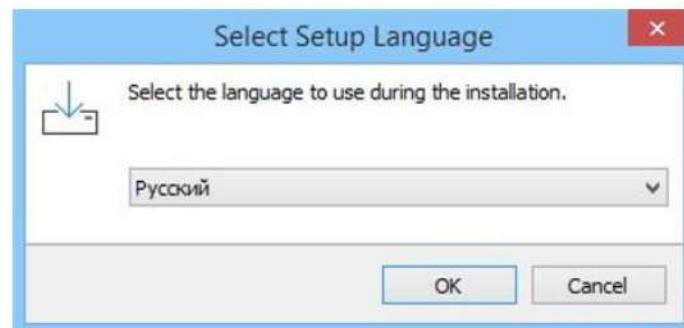

Рисунок 30 - Выбор языка
- 2) Выбрать язык, нажать кнопку «OK» (Рисунок 30).